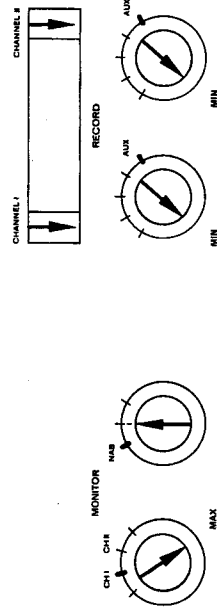

Bild 6.4.-59
- Bedienungselemente nach Bild 6.4.-59 einstellen.